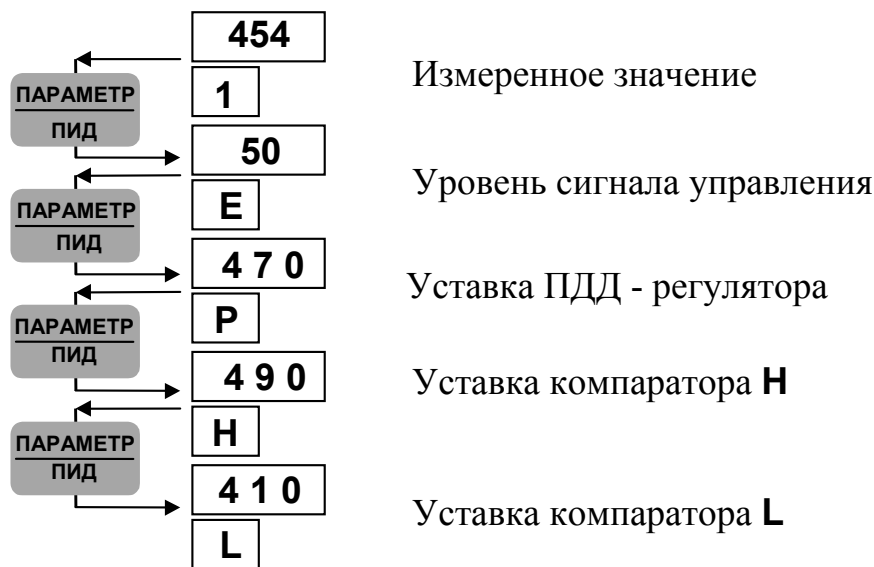

Рис.5.5.1
5.5.1 Режим **РАБОТА** устанавливается автоматически при включении питания прибора. Назначение органов индикации и управления в режиме **РАБОТА** соответствует табл.5.2.1. Путем нажатия кнопки  (рис. 5.5.1) осуществляется выбор параметров прибора. В режиме **РАБОТА** задаются уставки ПДД-регулятора и компараторов, а также параметр, характеризующий уровень сигнала управления: